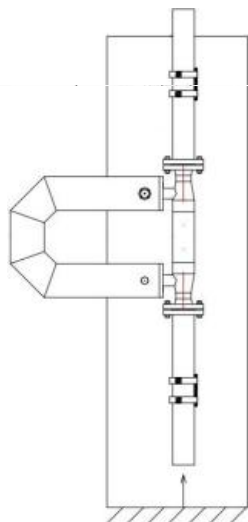

图 2.3
- 3、当测量的介质是悬浊液时，传感器应采用侧立式安装。如图 2.3 所示。介质的流动方向是自下而上通过传感器流动。